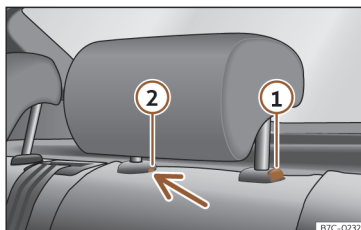

Fig. 73 Encostos de cabeça traseiros desmontagem.
- Pressione o botão >>> **Fig. 73** ①, pressionando ao mesmo tempo através do orifício da trava de segurança ② com uma chave de fendas plana com um máximo de 5 mm de largura e retire o encosto de cabeça.